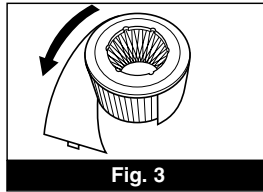

Fig. 3
- Paso 7:** Enrolle cuidadosamente el prefiltro alrededor del filtro HEPA de modo que los extremos queden juntos (Fig. 3). Una los extremos con el sujetador pro visto.